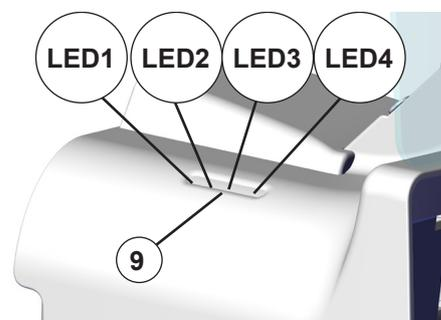

Fig. 2
- ⇒ Deslice el cristal protector (10) en forma recta en las ranuras del lateral de la abertura de aspiración desde arriba.
**El cristal protector puede abatirse para guardar el aparato en un cajón, por ejemplo. Para ello, suba un poco el cristal protector y pliéguelo hacia atrás, véase la Fig. 2 (en el interior de la portada).**